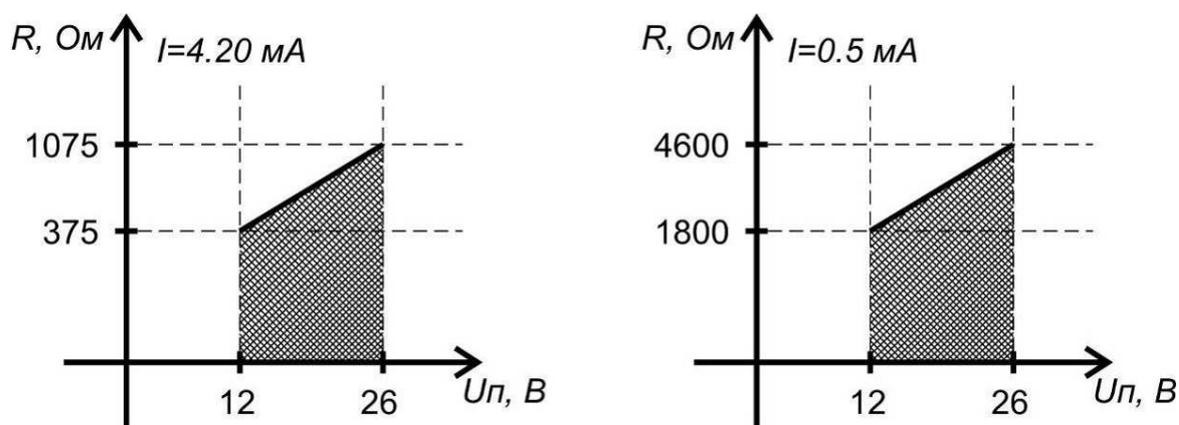

Рисунок 1.1 – Максимальные сопротивления нагрузки
1.3.8.5 Выходная информационная цепь расходомера исполнений I5 и I20 представлена нормированным выходным токовым сигналом в диапазоне 0 ÷ 5 мА или 4 ÷ 20 мА соответственно. Максимальные сопротивления нагрузки при соответствующем значении выходного тока приведены на рис.1.1.